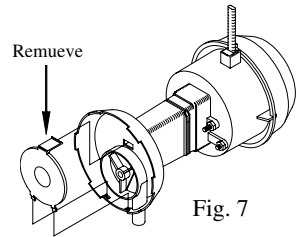

Fig. 7
- **Limpiar la bomba.** Es necesario limpiar la bomba una vez al principio de cada año. Por su propia seguridad, apague la unidad y desconecte el motor y la bomba. Quite la bomba de su montura. Quite la base de la bomba (véase fig. 7). Limpie la bomba. Dé la vuelta a la hélice para verificar que se mueve libremente. Quite el pico de la bomba y vea si está obstruido. Vuelva a colocar la base de la bomba. Coloque la bomba en la unidad y fíjela en su montura. Esto impedirá que se caiga la bomba al agua, lo que dañaría el motor. No se olvide de volver a conectar el tubo de agua a la bomba. La bomba contiene un depósito protector en caso de sobrecalentamiento (se apagará automáticamente).